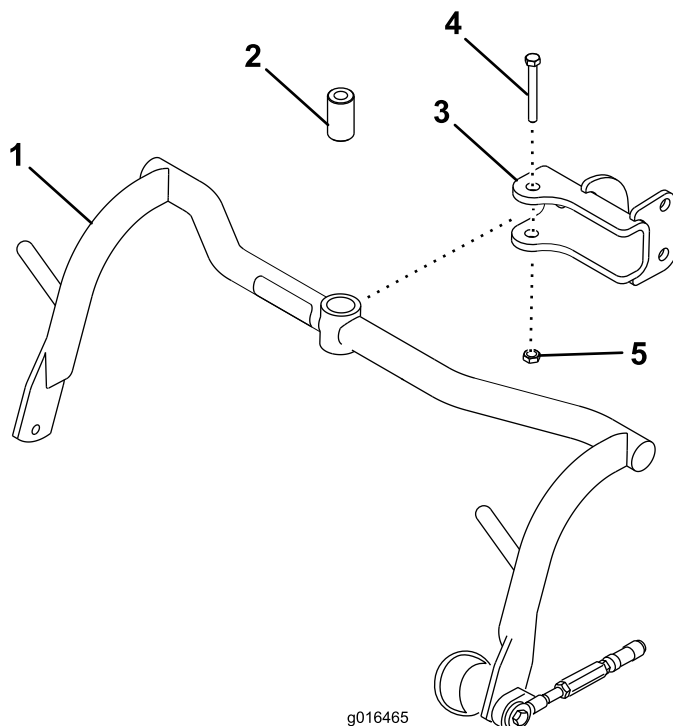

Рисунок 8
1. Закрепите узел несущей рамы в каждой вилке, используя проставку, болт 1/2 x 3-1/4 дюйма и контргайку 1/2 дюйма (Рисунок 8). Затяните с моментом 91-113 Н•м.